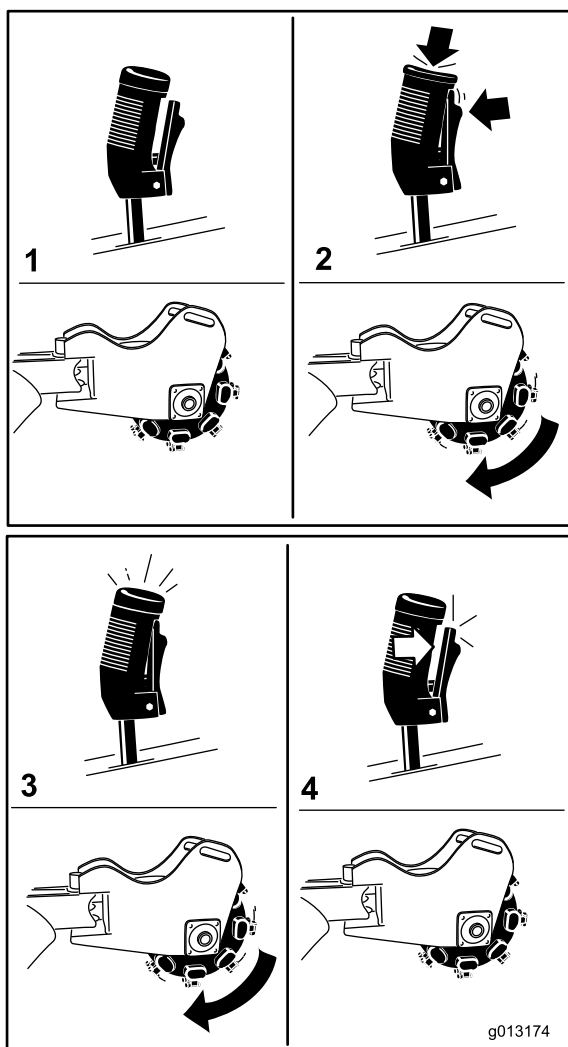

Figura 12
- Per avviare la tranciatrice (Figura 12), premete il pulsante rosso in alto sulla leva e premete il dispositivo di azionamento. Avviata la tranciatrice, rilasciate il pulsante rosso.
- Per arrestare la tranciatrice (Figura 12), rilasciate il dispositivo di azionamento per più di mezzo secondo.